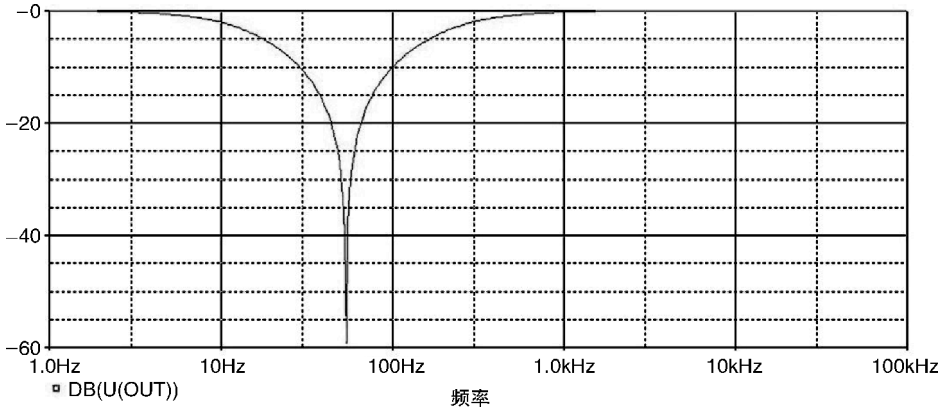

图 4.9 陷波滤波器幅频特性曲线
4. 首先运行电路仿真，屏幕图形显示界面将会输出如图 4.9 所示的陷波滤波器的幅频特性曲线。然后利用该曲线求陷波器最低点的频率值。